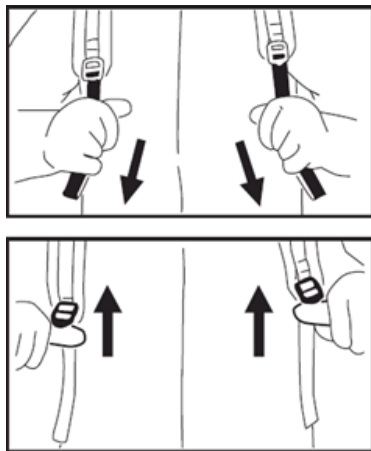

Рис. 9 Настройка ремней
2. Потяните ремни вниз, чтобы натянуть их (Рис. 9).